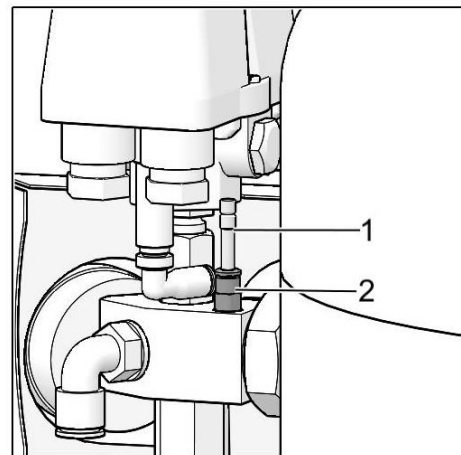

Abb. 6: Verbinden des Gehäuse-Druckmessers mit dem Kompressor
- Überprüfen Sie die Verbindung des Gehäuse-Manometerschlauchs zum Pneumatikblock des Kompressors (Abb. 6).